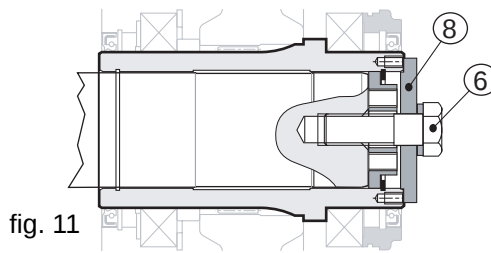

fig. 11
Sustituir la barra (pos. 4) con el tornillo (pos. 6) y apretarlo hasta el tope con el par indicado en la correspondiente tabla del apartado 9.1; aplicar un sellador medio teniendo en cuenta que Piv Posiplan aconseja LOCTITE 601 (véase fig. 11).